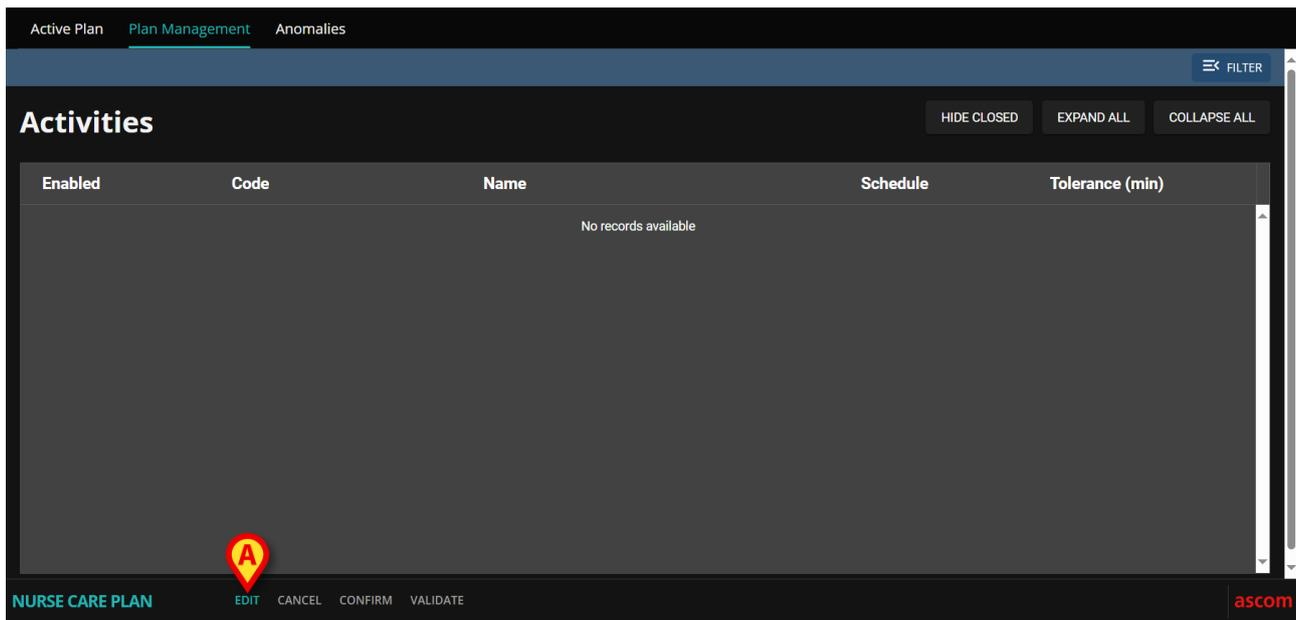

Fig 16
Para un paciente nuevo, para el que aún no se ha especificado ninguna actividad, es posible seleccionar un plan estándar, es decir, un conjunto de problemas/actividades preconfigurados que corresponden al perfil clínico del paciente. Véase por ejemplo la Fig 16, donde no se seleccionó ninguna actividad.
- Haga clic en el botón **Edit** de la barra de comandos (Fig 16 **A**).